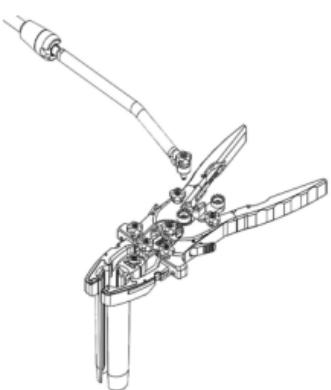

Figura 11
- Allineare i denti delle raggiere sull'estremità distale del **braccio articolato** (ML-0061) o dell'**interfaccia del braccio** (ML-0902) e sul punto di fissaggio desiderato sul telaio del divaricatore, stringere a mano e fissarlo in posizione con lo **strumento cacciavite esagonale** (Figura 11).